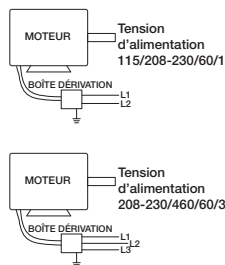

Figure 7 — Schéma de câblage typique
8. Poser et câbler le sectionneur de sécurité sous le capot de ventilateur et câbler le moteur conformément au schéma de câblage sur le moteur. Voir Raccordement électrique, Figure 7. Câbler les commutateurs de commande au niveau du sol.
REMARQUE : Voir le schéma de câblage à la Figure 7.